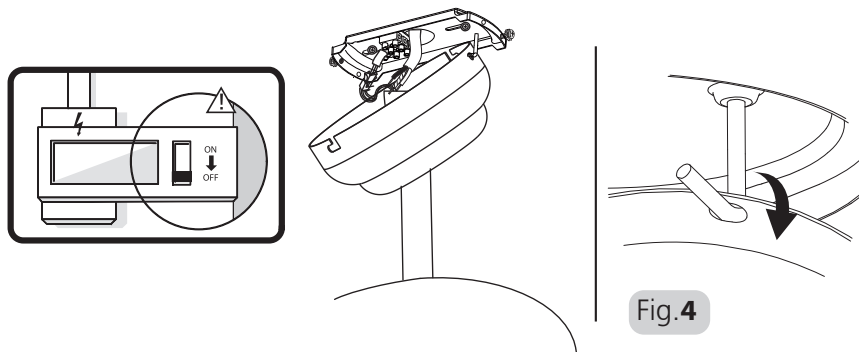

Fig. 4
1. Hängen Sie den Ventilator an den Haken der Halterung, indem Sie eines der Löcher an der Oberseite der oberen Abdeckhaube verwenden. Siehe Abb. 4.
1. Hang the fan onto the bracket hook by using one of the holes at the top of the upper canopy. Refer to Fig 4.
1. Suspendez le ventilateur au crochet du support via l'un des trous situés en haut du boîtier supérieur. Voir Figure 4.
1. Hang de ventilator aan de beugelhaak met behulp van een van de gaten aan de bovenkant van de plafondkap. Zie Fig. 4.
1. Pendure a ventoinha no gancho do suporte utilizando um dos furos na parte de cima da cobertura superior. Consulte a Fig 4.
1. Подвесьте вентилятор на крюк кронштейна, пользуясь одним из отверстий на верхнем колпаке. См. рис. 4.